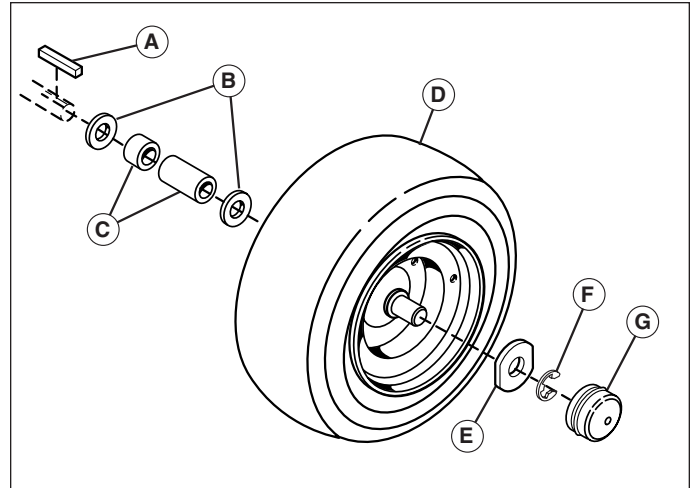

Figure 15. Boulonnerie d'essieu arrière
5. Remonter les composants en procédant dans l'ordre inverse de leur dépose et abaisser la machine au sol. S'assurer de mettre la clé (A, figure 15) en place dans l'entrée de clé de l'essieu.